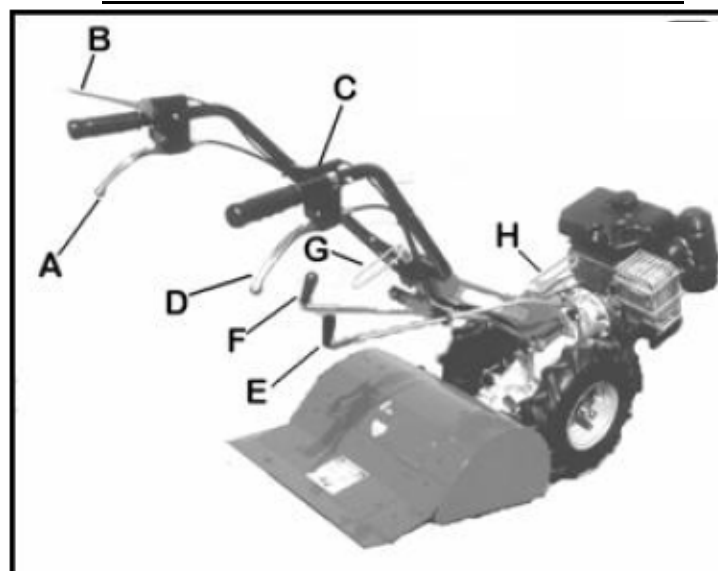

Fig. 3
A) LEVA COMANDO FRIZIONE serve per disinnestare il motore dalla trasmissione, deve essere azionata ogni qualvolta si manovrano le leve o aste e prima di fermare la macchina. La leva è collegata col MOTORSTOP (Rif."B" - Fig. 3).